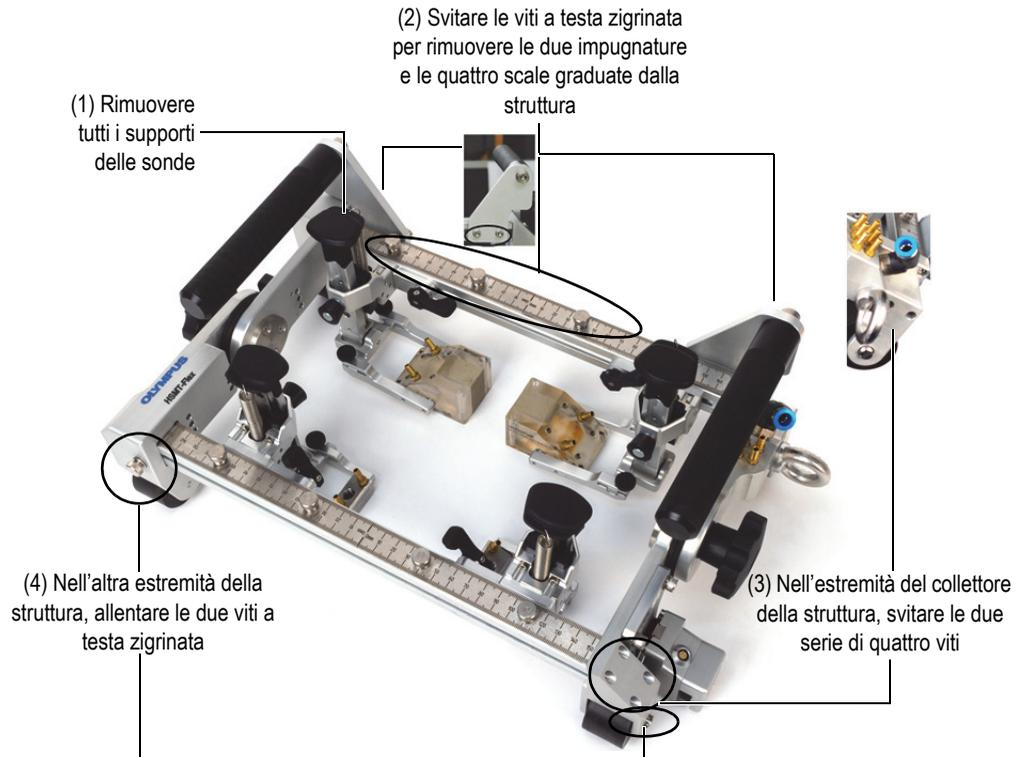

Figura 2-28 Sostituzione delle barre della struttura
Riferirsi alla Figura 2-28 a pagina 57 per la sequenza logica.
1. Rimuovere tutti i supporti delle sonde (Figura 2-28 a pagina 57 [1]).
2. Svitare le viti a testa zigrinata per rimuovere le due impugnature e le quattro scale graduate dalla struttura (Figura 2-28 a pagina 57 [2]).
3. Usare la chiave a brugola appropriata per svitare e rimuovere le due serie di viti all'estremità del collettore della struttura (Figura 2-28 a pagina 57 [3]).
4. Rimuovere manualmente le due viti a testa zigrinata all'altra estremità della struttura (Figura 2-28 a pagina 57 [4]).